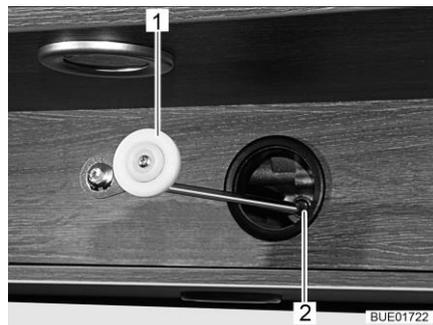

Fig. 142 Comando meccanico, azionamento
- Inserire nell'alloggiamento del motore (Fig. 142,2) la manovella a disposizione (Fig. 142,1) o una chiave esagonale.